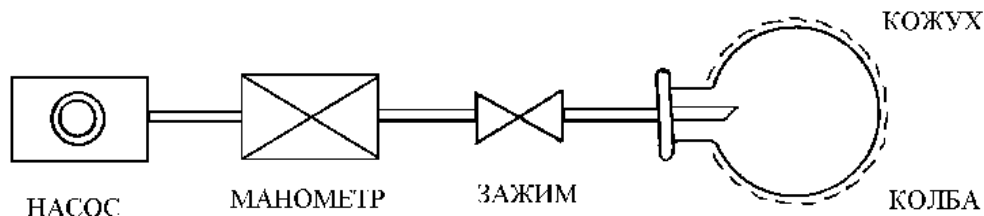

Рисунок 1. Схема экспериментальной установки
1. При открытом зажиме на колбе, взвесить колбу и определить массу m_1 колбы и содержащегося в ней воздуха (рисунок 1).